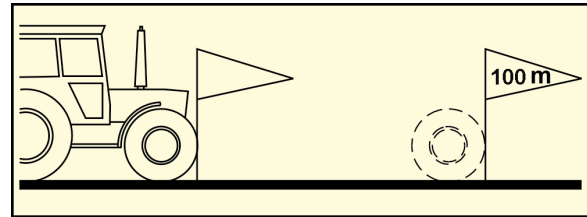

Fig. 25
- Auf dem Feld eine Messstrecke von exakt 100 m abmessen. Anfangs- und Endpunkt der Messstrecke markieren (Fig. 25).